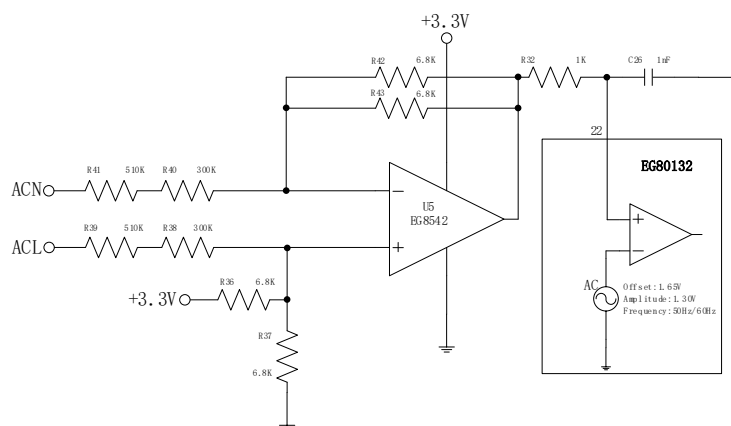

图 8.4 用于交流 220V 输出电压的反馈原理图
EG80132 内部的正弦电压基准为直流偏移量 1.65V+幅值 1.36V 的 50Hz 或 60Hz 正弦波，通过差分运放的放大和直流偏移量 1.65V 叠加后，送入到 EG80132 的 22 脚 VAC\_FB，经误差计算后，然后送入峰值电流估算模块做参考基准电流源。具体应用电路图可参考图 8.4。
**输出电压的计算步骤，电路结构图如图 8.4：**
第一步、计算直流偏移量：运放输出  $V_{out\_DC} = \frac{R_{37}}{R_{36} + R_{37}} \times 3.3V = 6.8K / 13.6K \times 3.3V \approx 1.65V$ （参考图 8.4）
$$V_{out\_AC} = \frac{R_{42} // R_{43}}{R_{41} + R_{40}} \times (V_{ACL} - V_{ACN}) \approx \frac{1}{238} \times (V_{ACL} - V_{ACN}) \quad (\text{参考图 8.4})$$